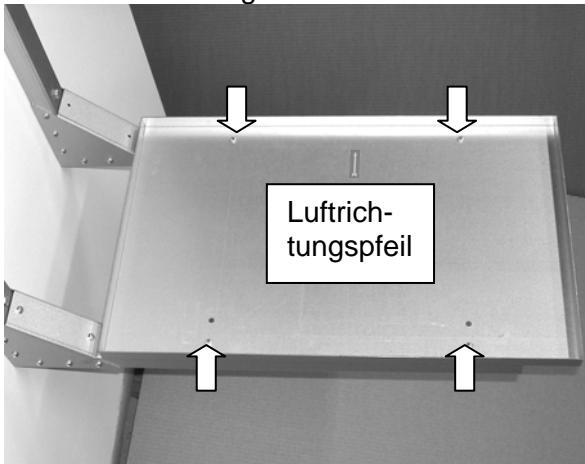

Bild 3
3. Montieren Sie die Konsolplatte wie auf Bild 3, wenn der Entfeuchter längs der Wand nach rechts blasen soll. Befestigen Sie die Platte mit vier Schrauben ST4,8x13 (siehe Pfeile Bild 3). Soll der Entfeuchter längs der Wand nach links blasen, wenden Sie die Konsolplatte um 180°.